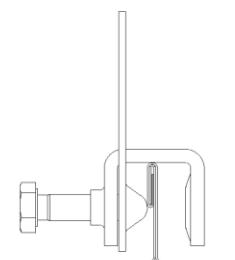
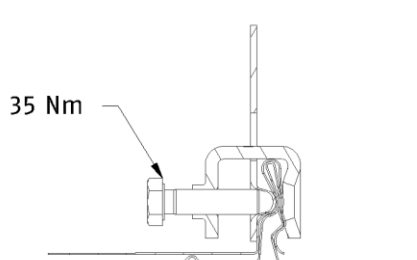

Рисунок 2
Рисунок 3
Кронштейни для фотоелектричних панелей Ruukki UniSeam слід монтувати на стоячий шов за допомогою затискних деталей. Затискні деталі слід вставити в кронштейн через підготовлений для цього подовжений отвір, а потім поставити на стоячий шов бляхи. Кронштейн, у разі встановлення на покрівлі зі стоячим самофіксуючим швом, повинен бути розміщений на повній стороні шва, як показано (Рисунок 1), а для покриттів із традиційним стоячим швом — навпаки (на складеній стороні шва, Рисунок 2). **УВАГА!** Болт затискної деталі завжди повинен прилягати до кронштейну, а не до шва (Рисунок 4). Болт М8 у затискній деталі слід затягнути з моментом, відповідним для використовуваного болта, наведеного на (Рисунок 3).
Правильний момент затягування деформує шов, що забезпечує міцне і надійне з'єднання (Рисунок 3). Мінімальна кількість кронштейнів для кріплення панелей - чотири (4) штуки на панель. Сонячні панелі, монтажні рейки та інші подібні аксесуари слід кріпити до кронштейна за допомогою болтового з'єднання. Кронштейн дозволяє використовувати кріпильні болти М8 або М10. Для підвищення надійності з'єднання під час кріплення рейок/балок рекомендується використовувати шайби (DIN 440 R). Інформація про міцність була опублікована в окремій технічній декларації.